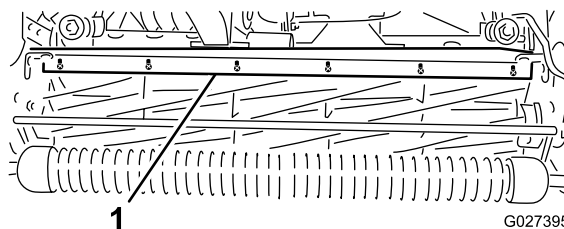

Figure 54
- Desserrez les vis qui fixent la barre supérieure (Figure 54) à l'unité de coupe.